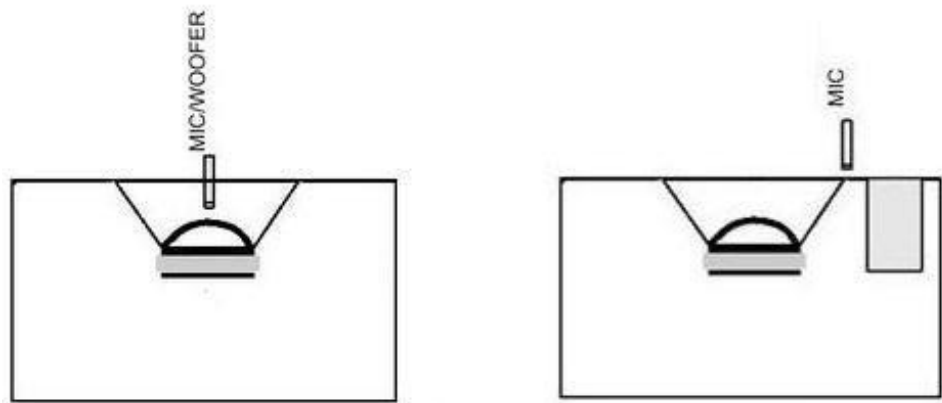

Figura 1. (a) Medida NF, caixa fechada
- ii. Posicione o microfone de referência Behringer ECM8000 no sentido axial do alto falante a ser testado, a uma distância de 1 cm, como na figura 1.